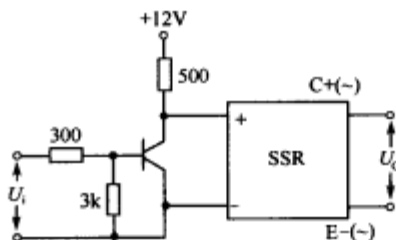

图 10-24 常开变常闭
(2)通常 SSR 均设计为“常开”状态。即无控制信号输入时，输出端是开路的，但在自动化控制设备中经常需要“常闭”式的 SSR。这时，要在输入端外接一组简单的电路，如图 10-24 所示，变为常闭式 SSR。